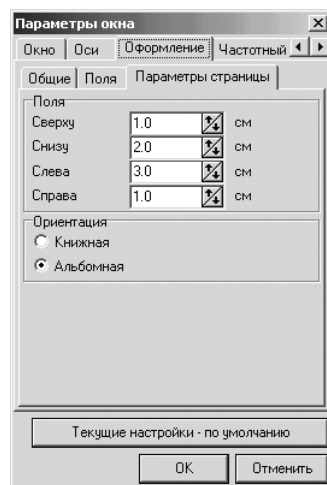

Рис. 1.136. Диалоговое окно **Параметры окна** с открытой вкладкой **Оформление** и вкладкой **Параметры страницы**
- щелкните в диалоговом окне **Параметры окна** на открытой вкладке **Оформление** по вкладке **Параметры страницы**. Она откроется, см. рис. 1.136;